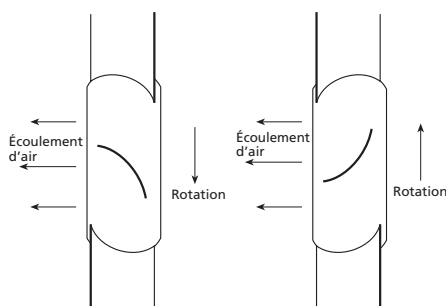

Figure 4 — Sens de rotation
a. Le sens de rotation doit être celui indiqué sur l'autocollant apposé sur l'appareil ou sur la Figure 4.